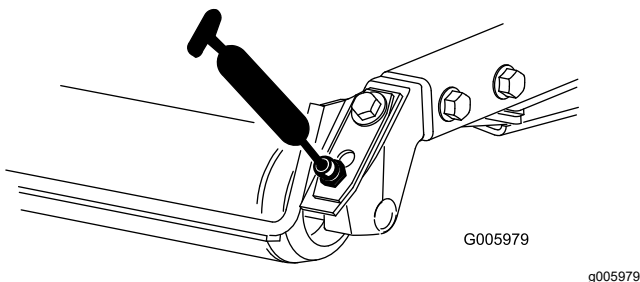

Bild 86
- Heckrollenlager (2 pro Mähwerk), wie in Bild 86 abgebildet